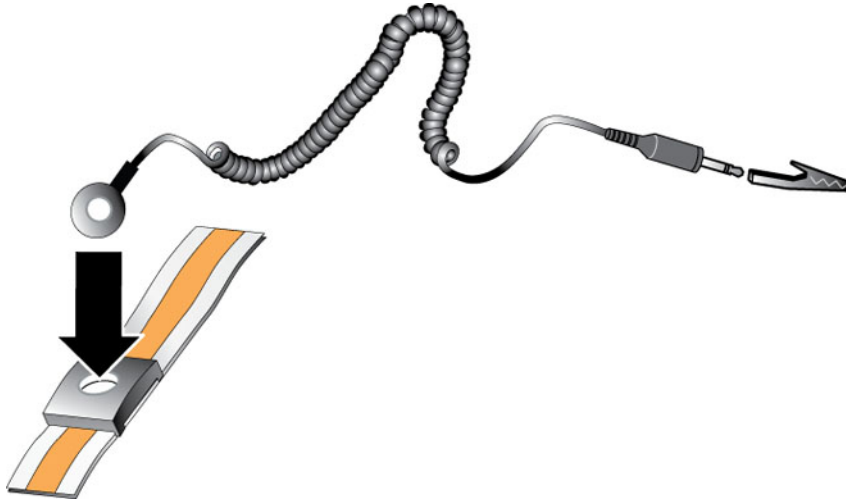

Рисунок 1. Использование антистатического браслета
1. Подсоедините стальную защелку на шнуре к контакту на эластичной ленте. См. Рисунок 1.